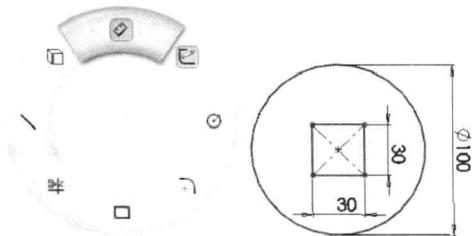

图1-13
6. 标注尺寸。在鼠标笔势中单击鼠标右键并向上拖动鼠标指针选择智能尺寸工具⑤，给图形标注尺寸，如图 1-13 所示。